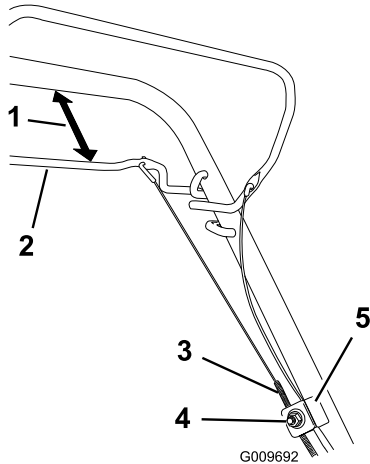

Figura 25
1. Afloje la tuerca del soporte del cable (Figura 25).
2. Sujete la barra de la transmisión autopropulsada a una distancia de 25 a 38 mm (1 a 1-1/2 pulgadas) del manillar (Figura 25).
3. Tire hacia abajo de la cubierta del cable (hacia la máquina) hasta eliminar la holgura del cable (Figura 25).